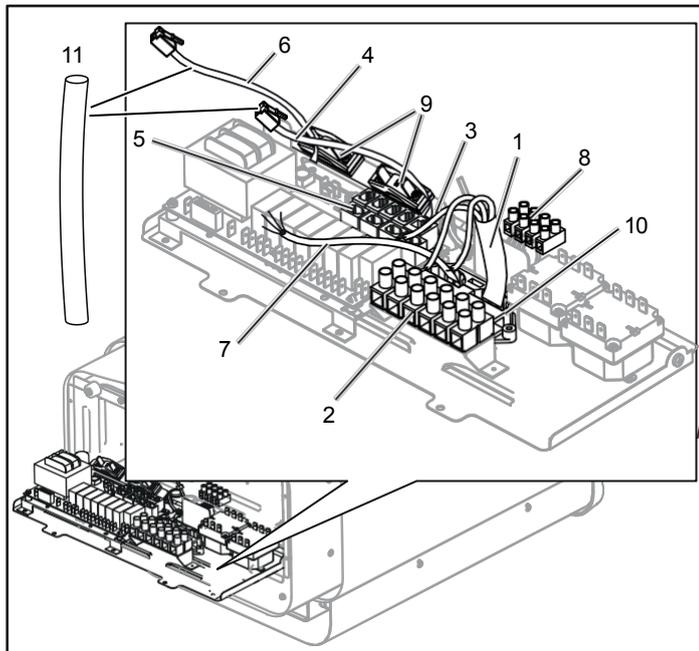
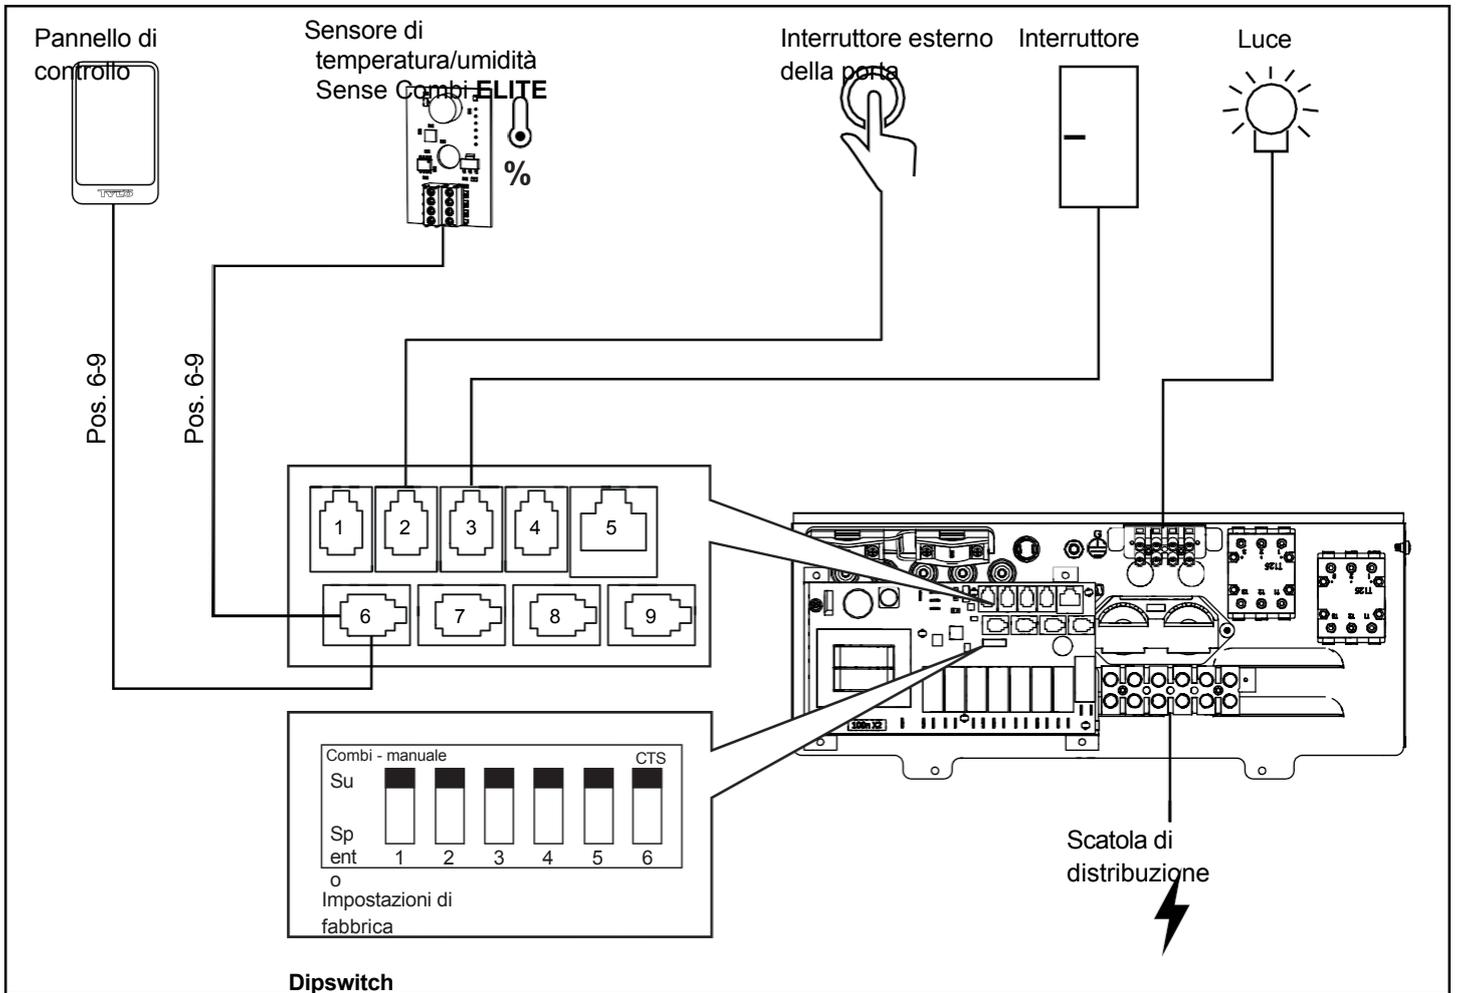

Figura 10: Scheda di circuito
Figura 19. Schema di installazione di Sense Combi Elite
4. Collegare il cavo elettrico (vedere Figura 10) secondo lo schema di cablaggio (vedere Figura 17).
5. Far passare i cavi del pannello di controllo e del sensore di temperatura attraverso i passacavi (vedere Figura 10). Collegare il cavo del pannello di controllo a uno dei quattro contatti RS485 (posizioni 6-9) (vedere Figura 19, 20).
Combi Elite: Collegare il cavo dei sensori di umidità e temperatura a uno dei quattro contatti RS485 (posizioni 6-9) (vedi Figura 19).
7. Collegare il cavo della luce (se pertinente) (7), vedere Figura 10, in base allo schema di cablaggio Figura 17.